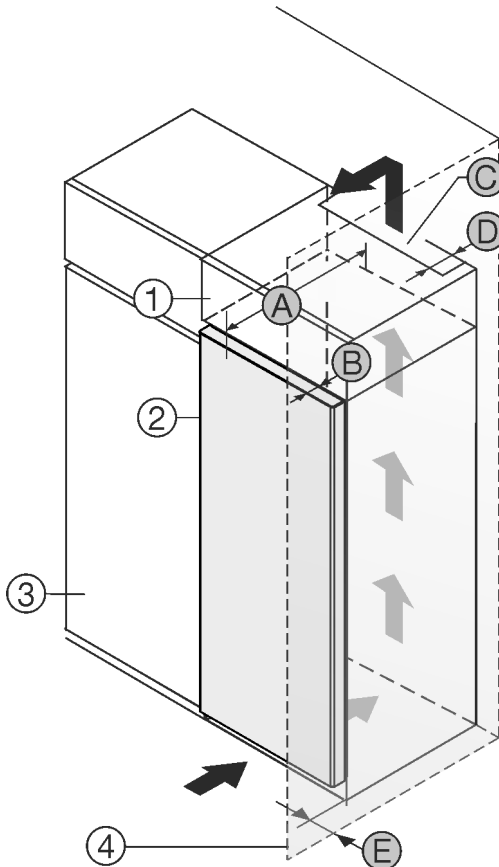

Fig. 1
- (2) Уред *
- (3) Кухненски шкаф *
- (4) Стена *
- (A) Дълбочина на уреда *
- (C) Вентилационно напречно сечение *
- (D) Разстояние до гърба на уреда *
- (E) Разстояние до страната на уреда *
Можете да поставите уреда непосредствено до кухненския шкаф Fig. 1 (3).*
От задната страна на шкафа-пристройка трябва да има вентилационен отвор с дълбочина Fig. 1 (D) по цялата ширина на шкафа-пристройка.*
Под тавана на помещението трябва да е спазено сечението за вентилация Fig. 1 (C).*
Когато уредът се поставя с пантите до стена Fig. 1 (4), разстоянието между уреда и стената трябва да е поне 13 mm.*
За да можете да отваряте вратата изцяло, уредът трябва да е издаден с дълбочината на вратата Fig. 1 (B) спрямо челото на кухненския шкаф. В зависимост от дълбочината на кухненските шкафове Fig. 1 (3) и използването на детайли за отстояние от стената, уредът може да излезе още по-напред.*